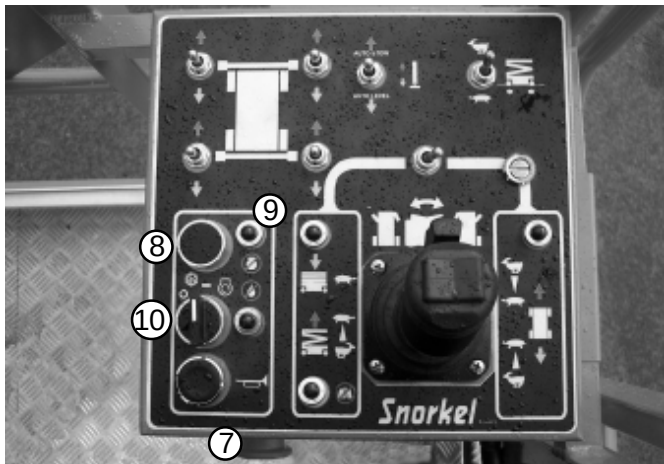

Fig. 8.17
6. Vrid nödstopsbrytaren (7) medsols och den "poppar ut" (se fig. 8.17).
7. Om motorn är kall, tryck in och släpp manöverbrytaren för glödning (8). Då detta görs, aktiveras glödningen i motorn under 10 sekunder. Indikeringslampan (9) tänds för att indikera att glödningen är på.
8. Då indikeringslampan för glödning (9) slocknar, vrid startbrytaren (10) till läge "Start" och håll kvar den tills motorn startar eller under 20 sekunder vilket som inträffar först. Så snart motorn startar, släpp startbrytaren (10).